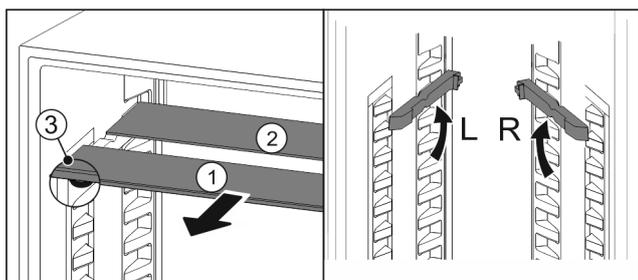

Fig. 81
- ▶ estrarre i ripiani di vetro singolarmente tirando in avanti Fig. 81 (1).
- ▶ Il piano in vetro Fig. 81 (1) con il motivo ornamentale è nella parte anteriore.
- ▶ I fermi Fig. 81 (3) sono rivolti verso il basso.